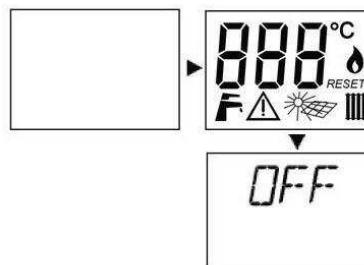

Рисунок 2.2
- При помощи двухполюсного выключателя, предусмотренного при установке, включите электропитание котла. На ЖК-дисплее последовательно отображаются следующие символы, см. Рисунок 2.2.